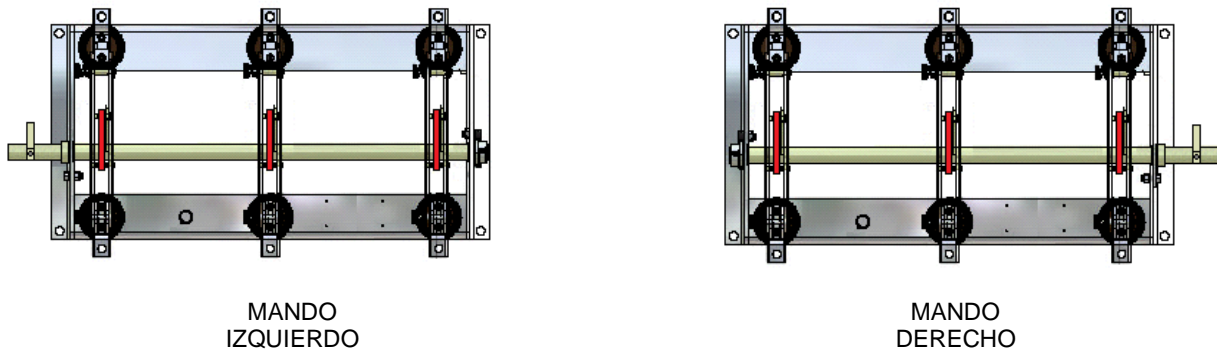

Figura 1
*La posición del mando está referida a la posición normal de montaje como se muestra en la Figura 1.